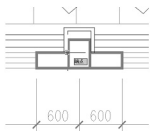

图 5.75 确定复制的基点
(1) 打开餐厅平面图，锁定【地面】、【家具】、【标注】、【墙体】和【门窗】图层。
(2) 选择菜单栏中的【文件】|【带基点的复制】命令。
① 在指定基点：提示下，捕捉如图 5.75 所示的位置作为复制的基点。